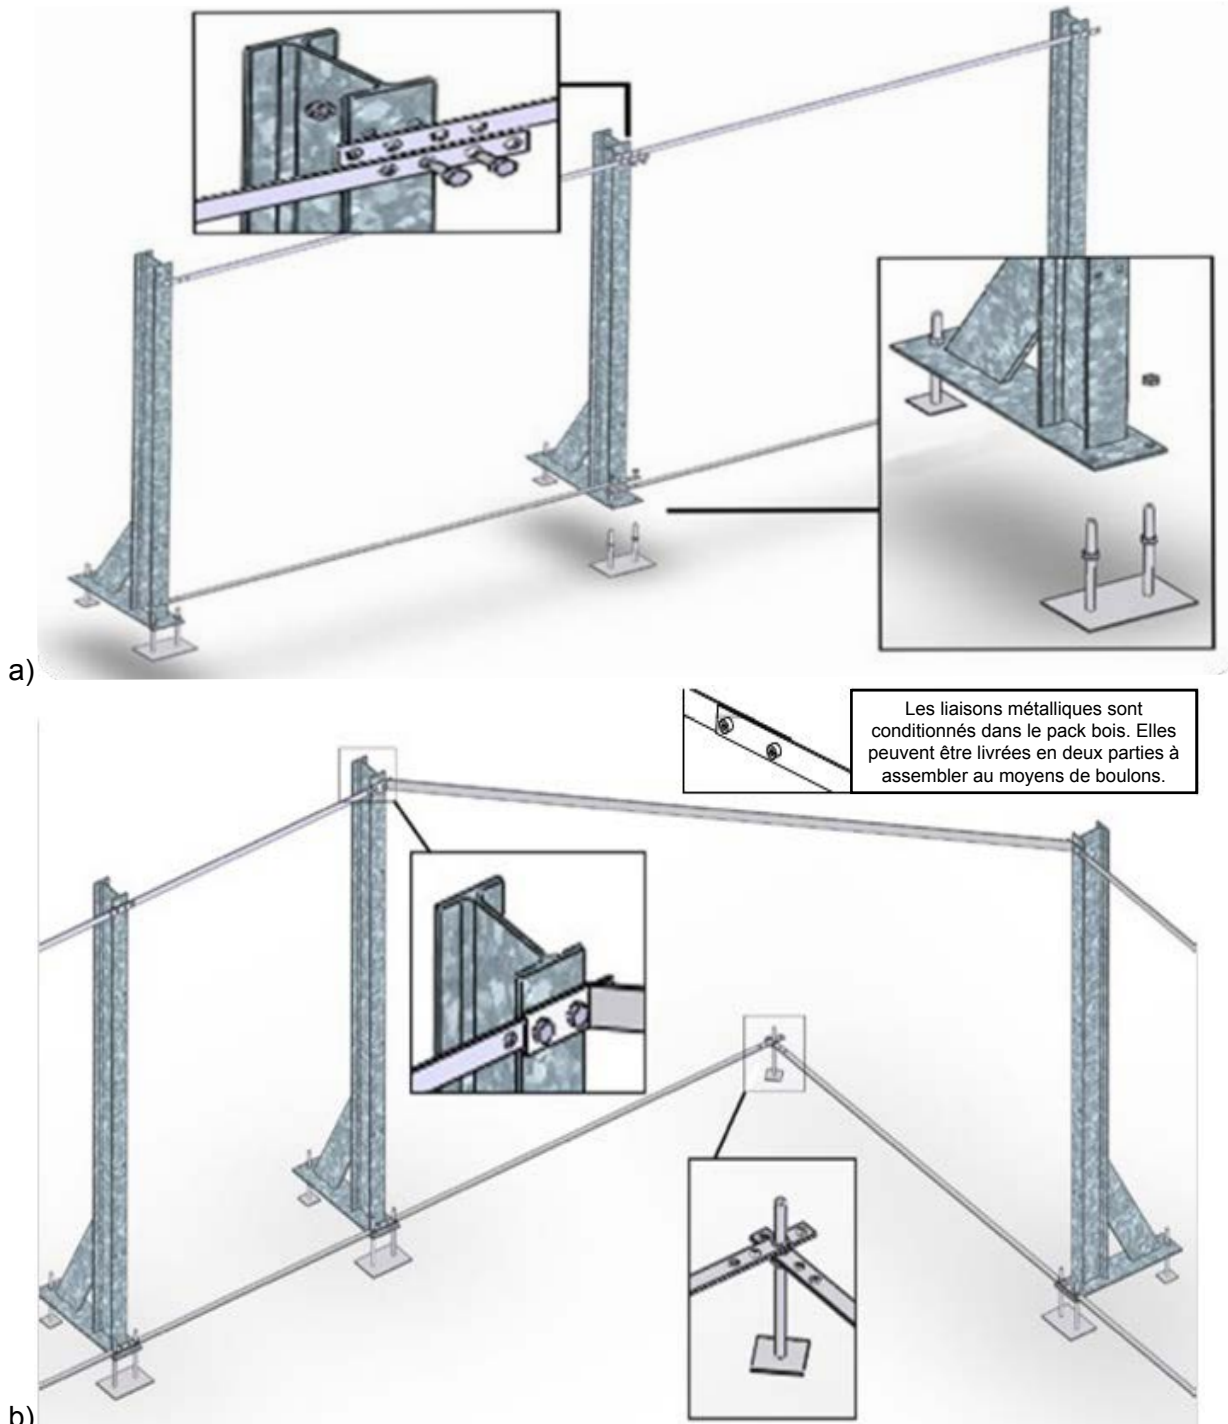

Figure 3 – a et b – Assemblage des liaisons sur les jambes de force
La structure métallique de renfort est constituée de poteaux maintenus entre eux par des plats en partie basse ainsi qu'en partie haute (*Figure 3*). Observez comment ces pièces se chevauchent afin de permettre le bon positionnement de la structure. Les liaisons hautes seront démontées une fois la dalle coulée.
Installez les jambes de force dans chacun de 8 emplacements, après les avoir pré-équipés de vérins (*Figure 3*). Utilisez 8 vérins doubles et 12 vérins simples ainsi que 56 écrous de diamètre 10 mm (sachet A), les écrous du dessus étant à monter après réglage de la hauteur des écrous du dessous.
Ces poteaux sont reliés entre eux en partie basse par 12 plats (B) de 1,6 m verrouillés en 2 points L'écart entre chaque poteau est déterminé par ces plats : il doit être de 1,5 m. En partie haute, ils sont reliés par 4 plats (B) de 1,6 m (identiques aux plats de liaison en partie basse) et par 4 plats (C) de 2,253 m dans les angles (visserie du sachet X, voir à la *Figure 3*).
Les plats possèdent à leurs extrémités quatre perçages. En partie basse, on utilisera les perçages extérieurs pour les fixer, alors qu'en partie haute on utilisera les perçages intérieurs (*Figure 3*).